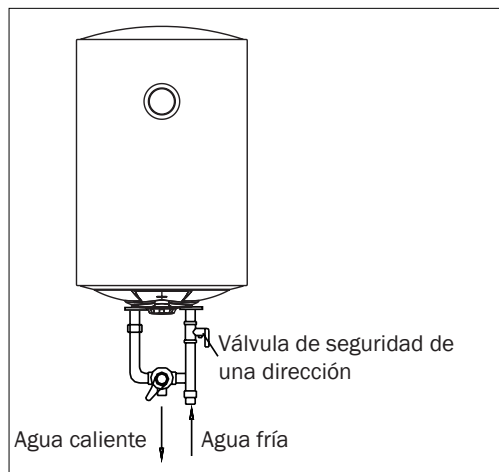

Fig. 5
- La válvula multifunción conectada con el termo debe instalarse en la entrada de agua fría de este termo. (mirar fig.5.)